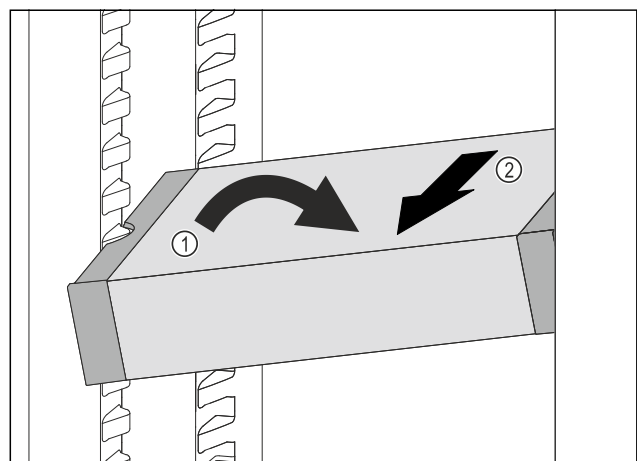

Fig. 133
- ▶ VarioSafe in het koelgedeelte schuin zetten. Fig. 133 (1)
- ▶ VarioSafe naar voren toe verwijderen. Fig. 133 (2)